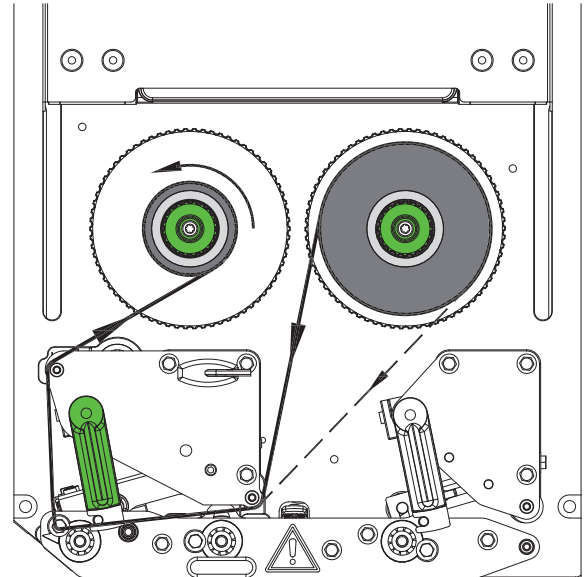

Figura 14 Scorrimento del nastro pigmentato
2. Ruotare la leva (6) in senso antiorario per sollevare la testina di stampa.
3. Spingere il rotolo di nastro pigmentato (3) fino alla battuta dello svolgitore (4) di modo che dopo l'inserimento il rivestimento colorato della pellicola si trovi sul lato opposto a quello della testina di stampa.
4. Tenere fermo lo svolgitore (4) e ruotare la manopola (5) in senso antiorario fino a che il rotolo del nastro pigmentato non è fissato.
5. Spingere un'anima adatta (1) sull'avvolgitore del nastro (2) e fissarla allo stesso modo.
6. Far passare il nastro pigmentato attraverso la meccanica di stampa come indicato in Figura 14.
7. Fissare l'inizio del nastro all'anima (1) con una striscia di adesivo. Prestare attenzione alla direzione di rotazione dell'avvolgitore del nastro: deve ruotare in senso antiorario.
8. Ruotare l'avvolgitore del nastro pigmentato (2) in senso antiorario per livellare lo scorrimento del nastro.
9. Ruotare la leva (6) in senso orario per bloccare la testina di stampa.